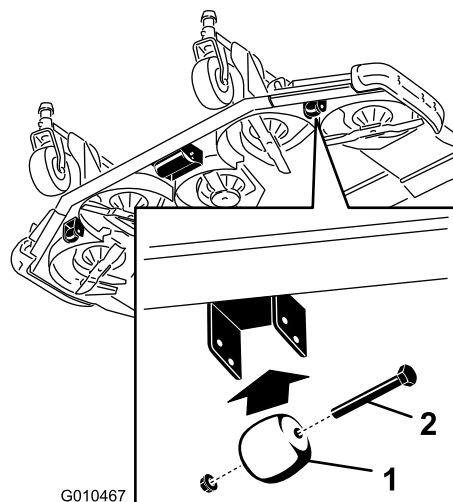

Рисунок 31
1. Снимите винт и гайку крепления вала валика к кронштейну деки (Рисунок 31).
1. Снимите болт и гайку крепления копирующего колеса к кронштейнам режущего блока (Рисунок 31).